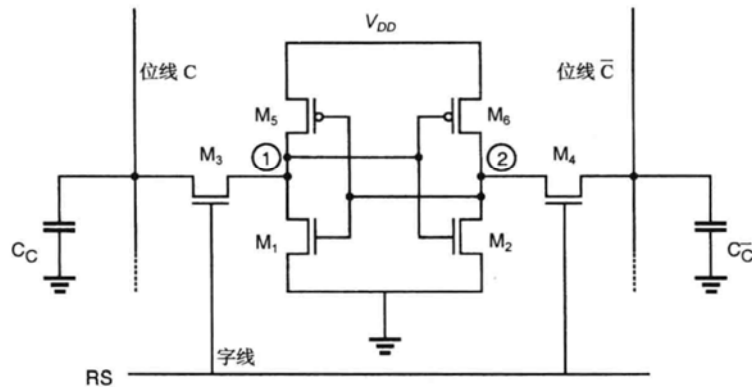

图 P10.4
- 10.4 考虑图 P10.4 所示的 CMOS SRAM 单元。晶体管 M_1 与 M_2 的宽长比 (W/L) 均为 4/4。 M_3 与 M_4 的宽长比均为 2/4。设计 M_5 与 M_6 的尺寸，使得该单元的状态改变到 $V_C \leq 0.5 \text{ V}$ 。设 M_5 与 M_6 的尺寸相同，计算其宽长比。所用参数如下：